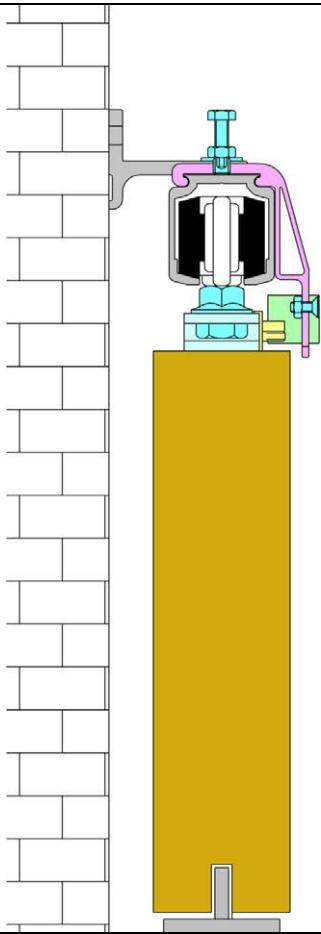
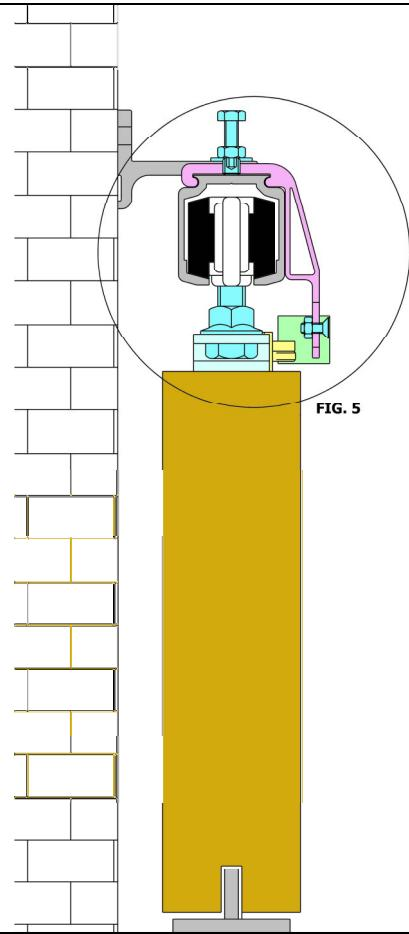

Fig. 3 Regolazione con altezza minima
Fig. 4 Regolazione con altezza massima
- Regolare l'altezza del dente in nylon in modo che agganci entrambi i denti in plastica del pistone senza toccare il bordo superiore dell'anta (vedere Fig.3 e 4)). Serrare il dado M3 in modo da fissare in posizione il dente di nylon.
- Regulate the height of the tooth in nylon so to hook the plastic teeth of the piston without hit the superior hem of the door (see Fig. 3 e Fig. 4). Tighten the locknut M3 so to fix in position the tooth in nylon.
- Régler l'hauteur du dent en nylon afin d'accrocher les deux dents en plastique du piston sans toucher le bord supérieur de la porte (voir Fig. 3 et 4). Serrer l'écrou M3 en manière de fixer en position le dent en nylon.